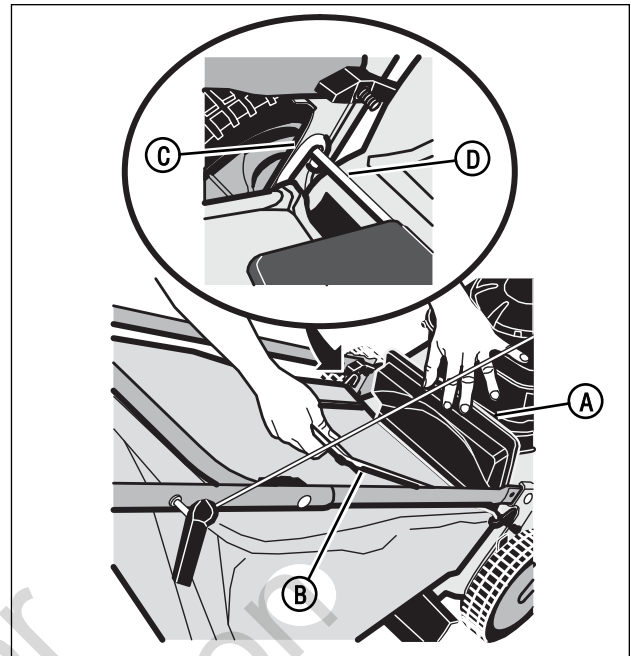

Figura 10: Montaje de la bolsa de césped
1. Para montar la bolsa de césped en el cortacésped, levante la puerta trasera (A, Figura 10). Sosteniendo la bolsa de césped mediante la manija (B), monte los ganchos (C) de ambos extremos del armazón de la bolsa de césped sobre la barra-pivote (D) de la puerta trasera. Baje la bolsa de césped contra la parte trasera del cortacésped. Baje la puerta trasera.